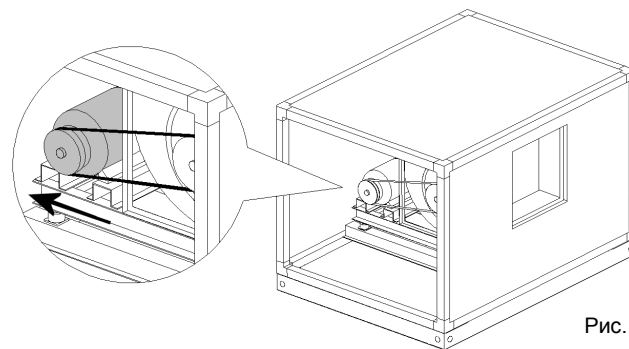

Рис. 11
- отвинтить или завинтить регулировочное устройство до достижения соответствующего натяжения, регулировка устройства определяет перемещение блока электродвигателя (Рис. 11);